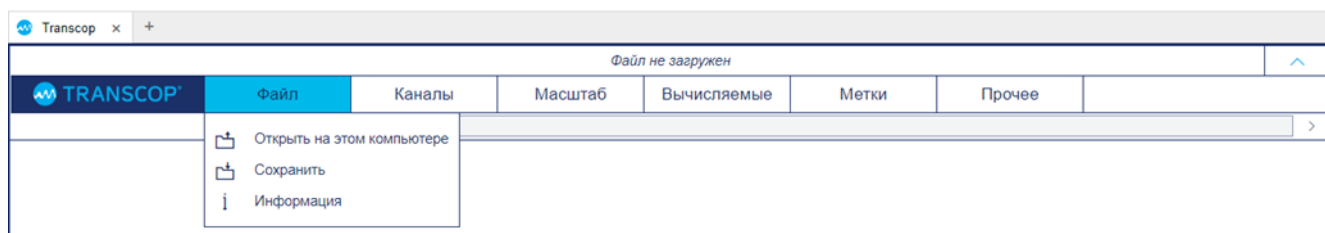

Рисунок 49 – Вариант оформления «Compact»
- «*Compact*» – компактная строка меню с выпадающими списками (рис. 49);